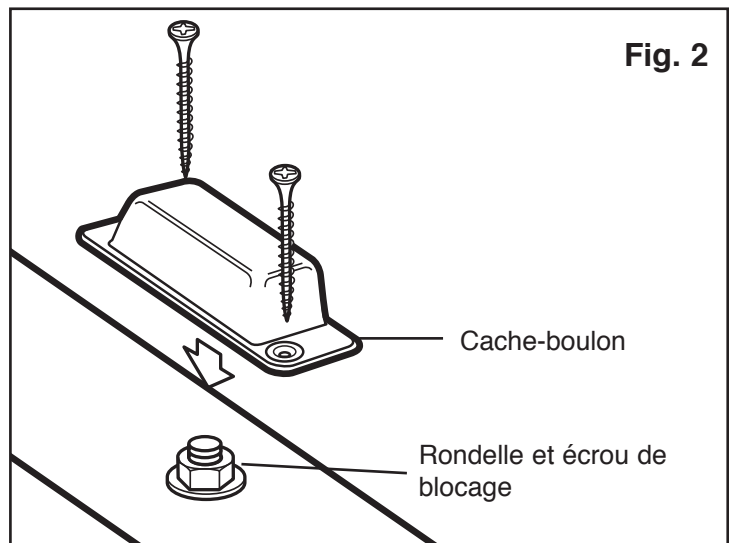

Fig. 2
3. Retirer le boulon de carrosserie du support et le remplacer par le premier boulon à œil du filet d'escalade. Insérer les autres boulons à œil dans la poutre et une rondelle et un écrou de blocage (voir Fig. 2).
5. Installer les cache-boulons comme le montre la figure 2. Fixer les cache-boulons à l'aide de vis de 2 po.